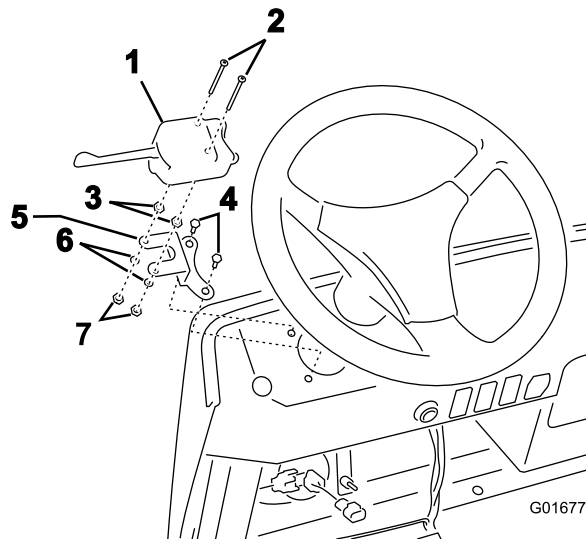

Bild 2
2. Entfernen Sie die zwei vorhandenen Schrauben vom Blinkersteuergerät und ersetzen sie durch die längeren Schrauben aus den lose mitgelieferten Teilen (Bild 2).